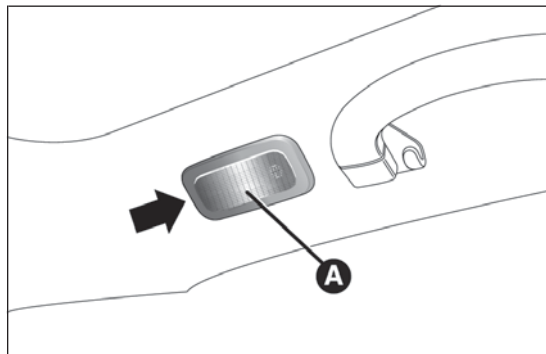

fig. 196
- ☐ presionar en el punto indicado por la flecha y retirar el plafón A fig. 196;
- ☐ volver a montar el plafón A fig. 196 introduciéndolo en su posición correcta, primero de un lado y, a continuación, presionando del otro hasta oír el "clic" de bloqueo.